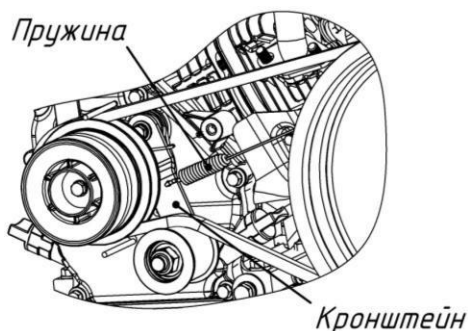

Рис.5. Зацепление троса сцепления с кронштейном.
- зацепите пружину троса сцепления за отверстие на кронштейне, затем заведите оболочку троса с металлическим упором в направляющую и зафиксируйте его в отверстии (рис.5).